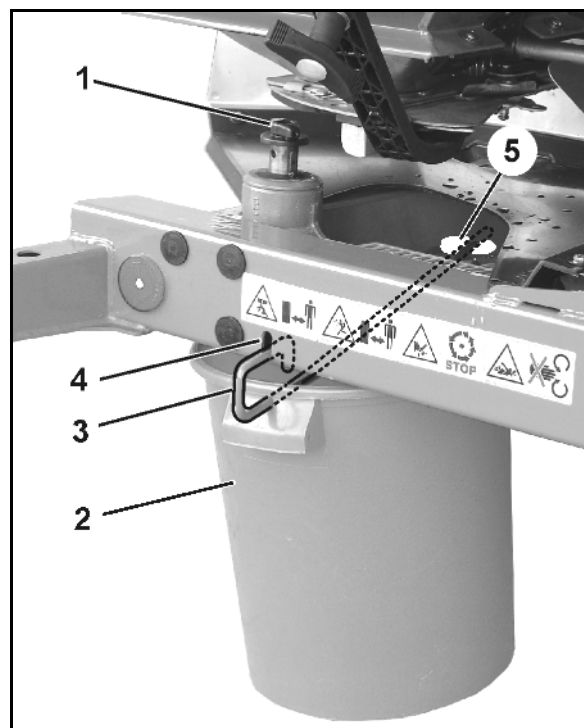

Fig. 40
- 2.1 Dévissez la vis à ailettes (Fig. 40/1) fixant le disque d'épandage et retirez ce dernier de l'arbre de la boîte de vitesses.
3. Accrochez l'auget d'étalonnage (Fig. 40/2) à l'aide de l'étrier (Fig. 40/3) sur les points d'accrochage (Fig. 40/4 et Fig. 40/5) fixés au châssis.